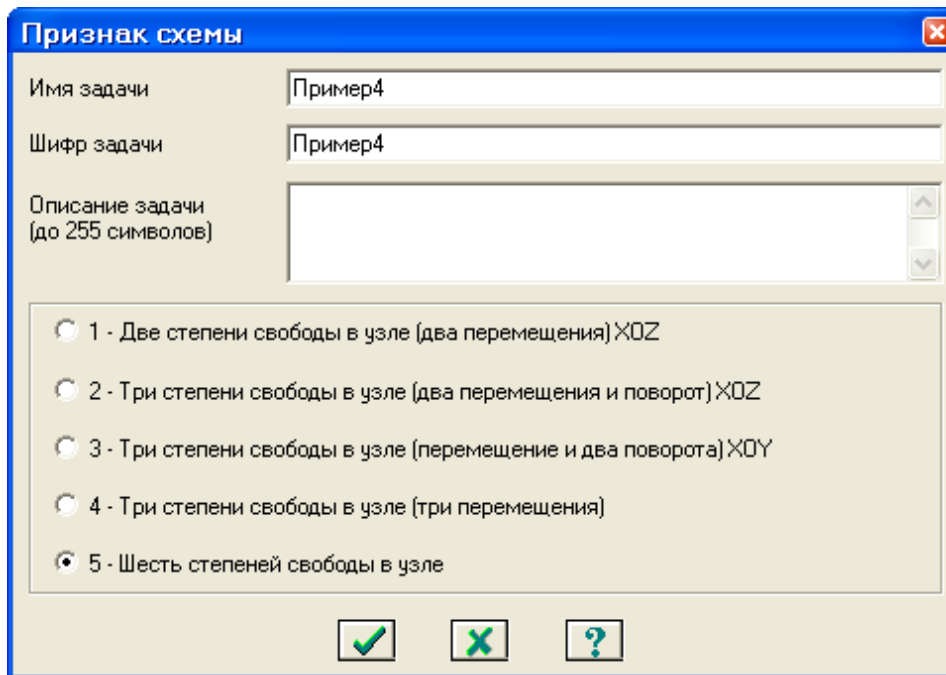

Рис.4.2. Диалоговое окно Признак схемы
- В появившемся диалоговом окне **Признак схемы** (рис.4.2) задайте следующие параметры: